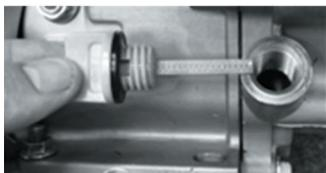

Рис. 18
2. Выкрутите пробку маслозаливной горловины (рис. 18);